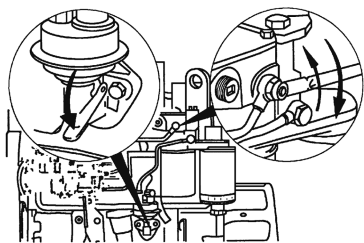

图 1-264 排除低压油路中的空气
(1) **排除低压油管、输油泵、燃油滤清器中的空气** 拧松进油管接头上的放气螺钉,用手油泵泵油,直至放气螺钉排出的柴油中不含气泡为止,以 $8 \text{ N} \cdot \text{m}$ 的力矩拧紧放气螺钉,如图1-264所示。